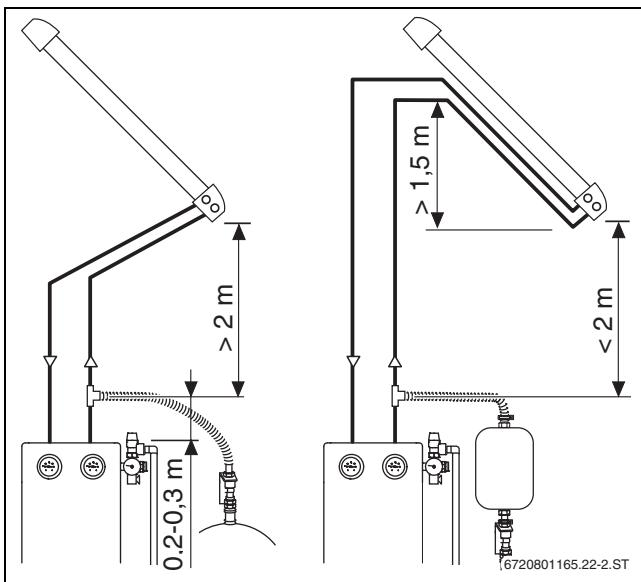

Рис. 9 Расстояние до поля коллекторов (VK)
- Возле поля коллекторов сделайте "мешок" из подающего и обратного трубопроводов высотой не менее 1,5 м (→ рис. 9).